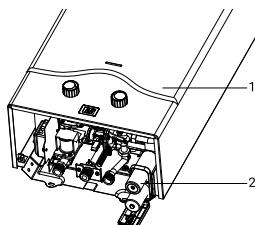

Рис. 1
- Перед включением водонагревателя необходимо установить батарейки (рис. 1). Отsek батареи (2) находится в нижней правой части водонагревателя. Для доступа к нему снимать кожух не нужно.